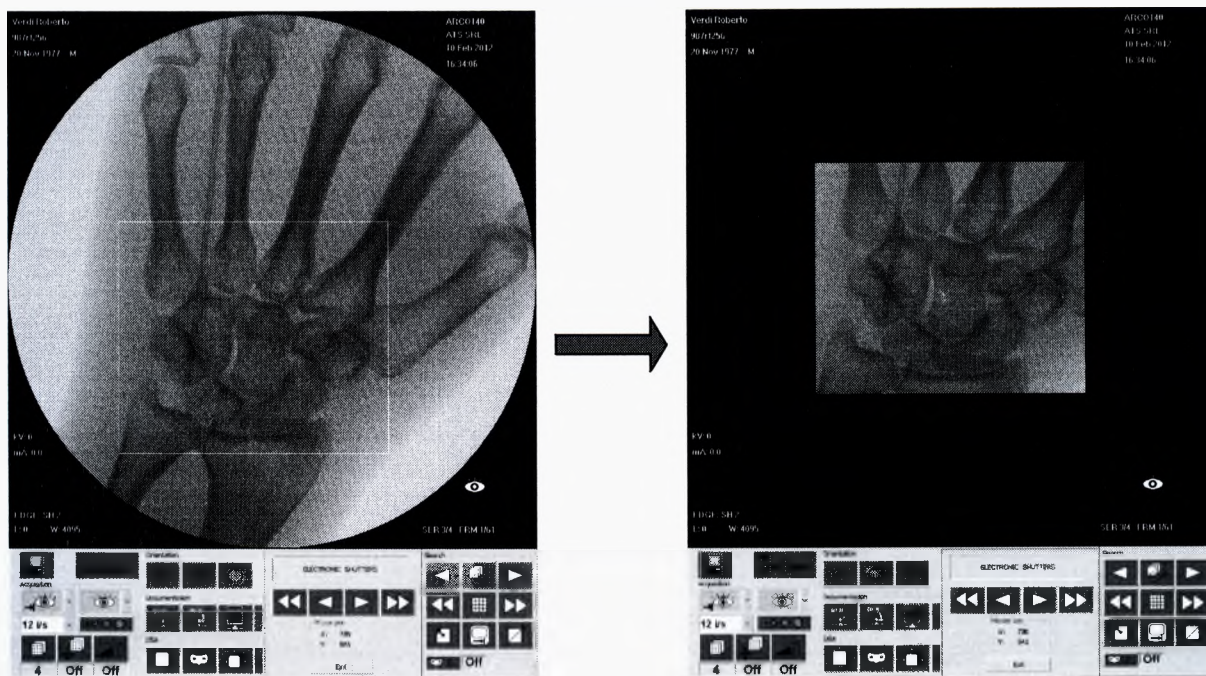

Рисунок 113
- отпустите клавишу сенсорной панели: произойдет коллимация и центрирование изображения на экране (см. рисунок 113).